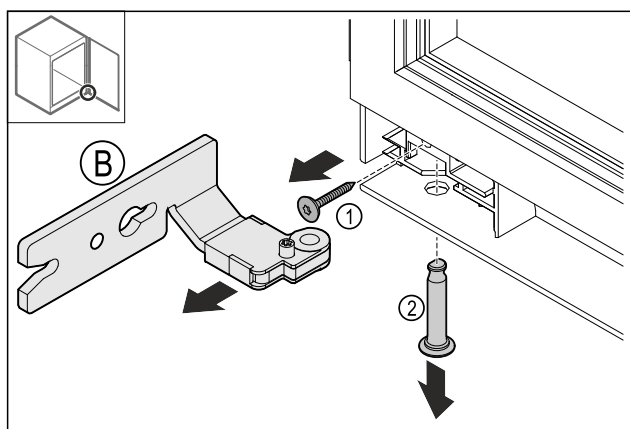

Fig. 18
- Retirer la vis Fig. 18 (1).
- Retirer le boulon Fig. 18 (2).
- Retirer la charnière Fig. 18 (B).